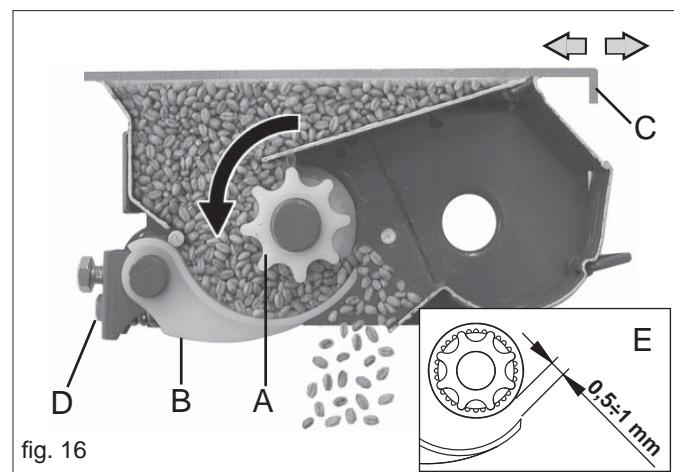

fig. 16
I tastatori (**B** Fig. 16) correttamente posizionati assicurano una distribuzione fluida e costante dei semi.
- 3) mediante la vite (**D**), regolare la distanza tra il tastatore e il rullo distributore a 0,5 ÷ 1 mm (**E** Fig. 16).
Le lame di chiusura bocchette (C Fig.16) di uscita del seme dalla tramoggia, hanno **due posizioni di regolazione**: